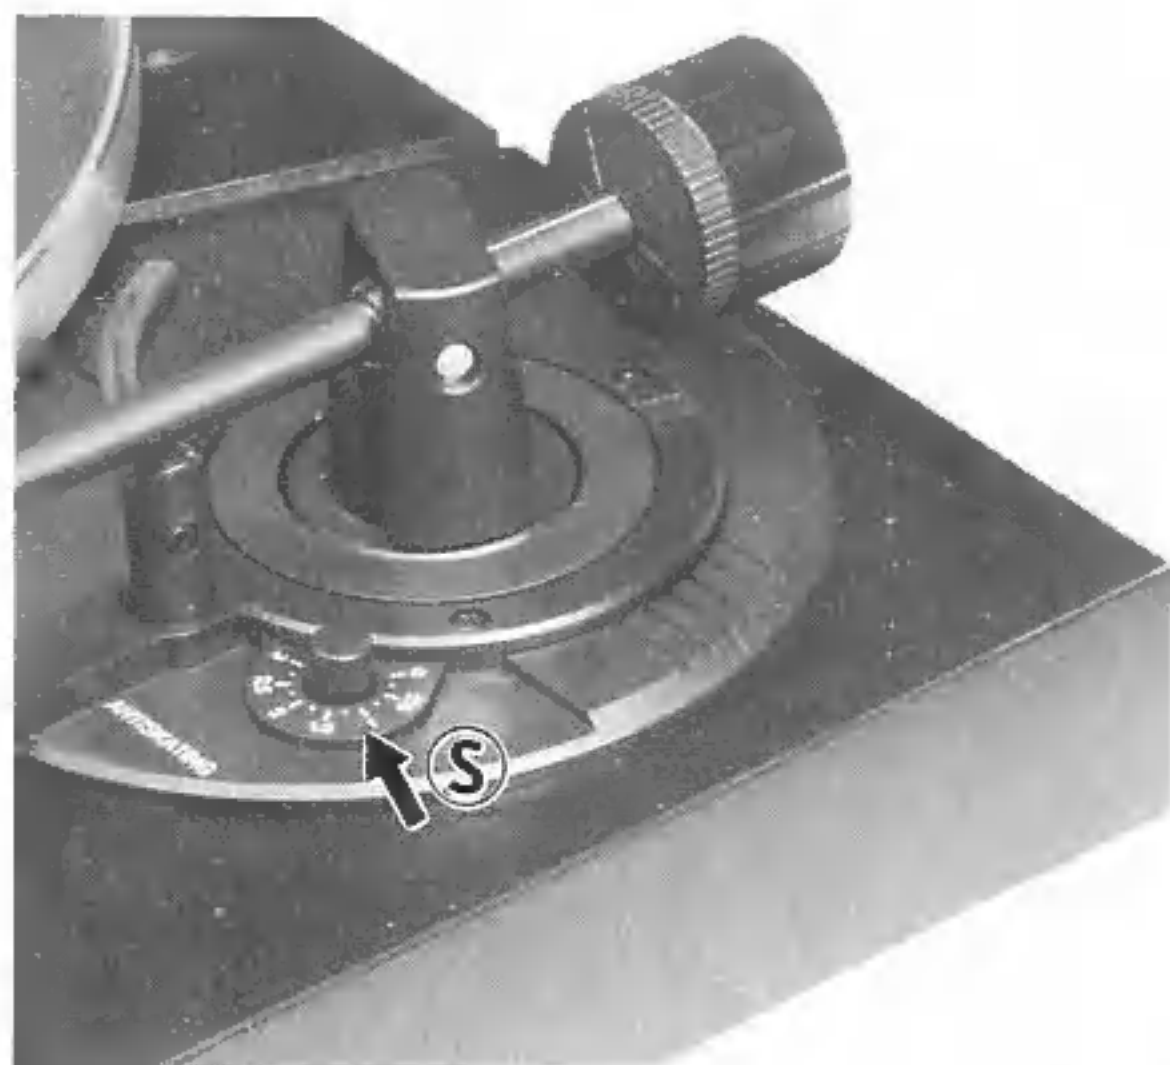

Fig. 8
Neben dem Tonarmlager befindet sich ein Drehknopf für die Einstellung der Antiskating (Fig. 8).
Haben Sie eine Auflagekraft von „2“ eingestellt, dann stellen Sie den Knopf ANTISKATING ⑤ (Fig. 8) ebenfalls auf „2“.